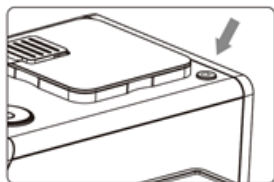

Рис. 1
Подключите устройство к электрической сети и нажмите на кнопку (9), расположенную справа от контейнера для зерен (Рис. 1). После включения индикатор предварительного нагрева  будет гореть, указывая на то, что запущен процесс предварительного нагрева. По окончании предварительного нагрева в машине начнется процесс очистки, поставьте емкость для сбора воды под блок подачи кофе (2). После завершения процесса очистки индикаторы напитков и «Очистка» будут светиться, а кнопка «Старт/Стоп» погаснет, что указывает на готовность машины к приготовлению напитков.